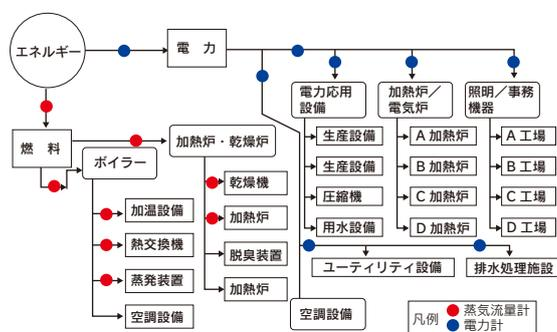

図1 エネルギーフロー図（例）
その上で、できれば各事業所の設備構成を図1のようなエネルギーフロー図にし（表1②）、計測点やエネルギーの管理範囲の把握はもとより、エネルギー使用設備の「全体感」を掴みやすくしておくことが望まれます。省エネは全体から部分を見て、重点を絞りこむことが基本的な手法です。従って、表2・図1のような作業は、労を惜しまず取り組みたいところです。